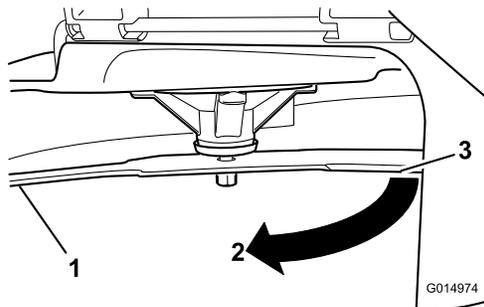

**Figura 80**
5. Misurate dalla punta della lama alla superficie piana (**Figura 80**).